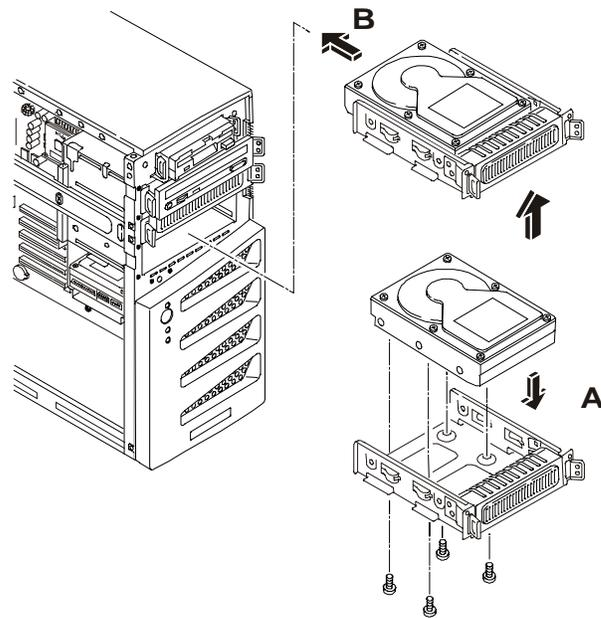

Figure 4-4. Ajout d'un troisième disque dur
- a. Placez le disque dur dans le berceau et utilisez les vis fournies pour le fixer au fond du berceau. Reportez-vous à la figure 4-4.
- b. Insérez l'ensemble disque dur/berceau dans le quatrième compartiment. Reportez-vous à la figure 4-4.